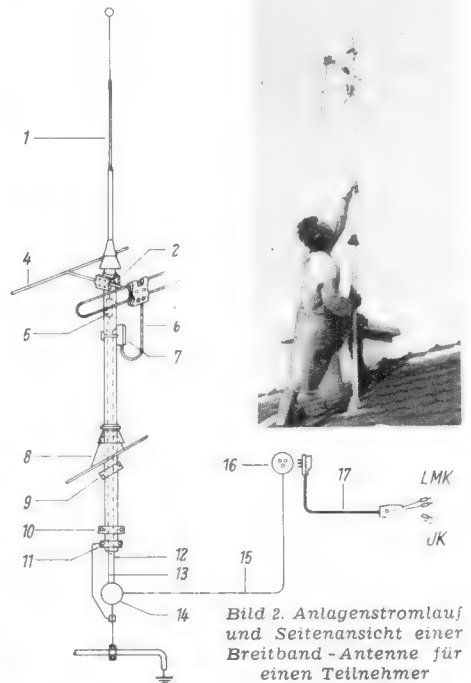
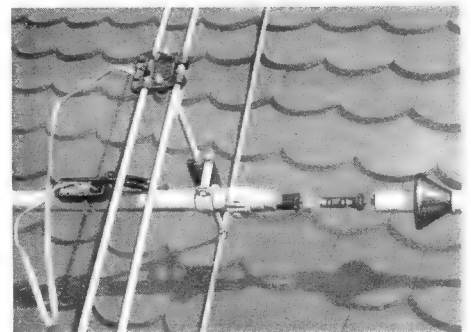

Bild 2. Anlagenstromlauf und Seitenansicht einer Breitband-Antenne für einen Teilnehmer
Bild 3. Die zusammengesetzte Antenne liegt noch auf dem Hausdach und läßt die geöffneten Antennenübertrager erkennen
Zum Empfang von Mittel- und Langwellen dient die mit einer „Prasselschutzkugel“ (Geräuschminderung bei statischen Entladungen) versehene 3,3 m lange Antennenrute 1 (Bild 2). Oben im Standrohr befindet sich der Mittel-Lang-Antennenübertrager 5 der als Autotransformator mit Feinfunkstrecke geschaltet ist und die Antenne an den Wellenwiderstand (60 Ω) des Kabels anpaßt. In gleicher Weise wird mit der vom Faltdipol 3 aufgenommene Empfangsenergie Verfahren, wobei der UKW-Spezialübertrager 7 die Anpassung zwischen ungeschirmtem Bandkabel und geschirmter Koaxialleitung übernimmt. Bis zum Antennenableiter 14, in dem zwei Funkstrecken mit je 0,1 mm Elektrodenabstand als VDE-mäßig vorgeschriebener Blitzschutz untergebracht sind, verlaufen die beiden Kabel 12 und 13 im Standrohr getrennt. Von hier ab erfolgt die Weiterleitung über die doppelt-konzentrische Antennenleitung 15, die beide Leitungen in einer gemeinsamen Kunststoffummüllung (Querschnitt etwa 5 × 8 mm) vereint. Dieses wetterfeste Kabel kann nach Belieben auf Putz, direkt im Putz oder in Isolierrohren verlegt werden. Wenn nur ein Teilnehmer angeschlossen werden soll, endigt es in der Nähe des Empfängers in einer Wandsteckdose 16. Die Empfänger-Anschlußschrub 17 ist am Ende mit einem kleinen Kästchen (114 × 44 × 31 mm) versehen, das die beiden Empfängerübertrager (ML, UKW) enthält und vier Steckerschüre aufweist, die den Anschluß zum Empfänger herstellen. Eine ebenfalls eingebaute elektrische Weiche nutzt den Kabelmantel als Kurzwellenantenne aus. Wenn mehrere Teilnehmer (bis zu acht) ohne Verwendung eines Verstärkers angeschlossen werden sollen, endigt die Antennenleitung 15 in einer Antennenverteilerdose, von der aus Anschlußleitungen sternförmig (Stichleitungen) zu weiteren Antennensteckdosen führen. Im Verteiler untergebrachte Entkopplungswiderstände (je zwei pro Teilnehmer) sorgen für völlige Rückwirkungsfreiheit, und die als Trennübertrager (zwei Wicklungen) ausgeführten Empfängerübertrager verhindern das Auftreten von Berührungsströmen, wenn Allstromempfänger verwendet werden. Da bei Allstromschaltungen das Chassis in leitender Verbindung mit dem Lichtnetz, steht, können über Antennen- und Erdbuchse Restströme in das Kabelnetz gelangen, die bei anderen Teilnehmern Störungen und sogar empfindliche elektrische Schläge verursachen. Das wird durch die erwähnten Trennübertrager sicher verhindert. Außerdem bewirkt der besondere Schaltungsanbau eine saubere Hf-mäßige Trennung des Empfänger-Einganges vom Netz, so daß
Die meisten Rundfunkhörer scheuen die Umstände, die ihrer Ansicht nach die Montage einer solchen Antenne verursacht. Abgesehen davon, daß vom Hersteller erfahrene Spezial-Monteure zur Verfügung gestellt werden können, werden die Arbeiten sehr weitgehend durch vorbereitete und genau angepaßte Bauteile erleichtert. So ist z. B. die Vornahme des „Durchbruches“ durch das Ziegeldach eine Angelegenheit von wenigen Handgriffen. An der in Aussicht genommenen Stelle wird ein Dachziegel ausgehängt und gegen die mit einer Gummidichtung versehene Dachhaube 8 (Bild 2) ausgetauscht. Zwei Befestigungsschellen 9 und 10 fixieren das Standrohr unterhalb des Daches an einer Mauer, am Dachgebälk oder in Sonderfällen auch an einem Kamin (Korrosionsgefahr durch Rauchgase). Als Blitzzerde (11) wird das Steigrohr der Wasserleitung verwendet oder der bereits vorhandene Blitzableiter bzw. z. B. die gut geerdeten Laufschiene eines Aufzuges.
Bild 3 zeigt die quer auf dem Dach liegende und zum Einsetzen in die Dachhaube vorbereitete Antenne. Der Antennenübertrager 5 ist noch nicht in das Tragrohr eingeschoben (rechte Bildseite), so daß man ihn ebenso wie den UKW-Übertrager noch im geöffneten Zustand erkennen kann (vgl. 5 und 7 in Bild 2). Bild 1 zeigt den Augenblick der Montage, in dem das Standrohr gerade in die Dachhaube eingesetzt wird. Sobald die Leitungsinstallation beendet ist, muß noch durch Empfangsversuch der Dipol 3 nach Lockern der Standrohr-Befestigungsschellen 9 und 10 mit der Breitseite auf die Richtung des bevorzugten UKW-Senders eingepfeilt werden. Bei geringen Feldstärken wird ein Reflektor 4 (Bilder 1 und 2) aufgesetzt, und wenn Rundempfang gewünscht wird, tritt an die Stelle des Faltdipols ein Kreuzdipol. Es verdient besonders hervorgehoben zu werden, daß Vorkehrungen zur Erweiterung auf Fernsehempfang bereits in der Konstruktion getroffen wurden. Im Vergleich zu einem Innendipol waren die UKW-Empfangsergebnisse bei der Versuchsantenne nach